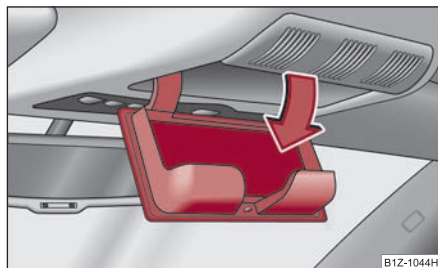

Fig. 124 Escotadura del revestimiento interior del techo: Compartimento guardagafas
- Presione la tapa del compartimento guardagafas; éste se abrirá hacia abajo ⇒ fig. 124.